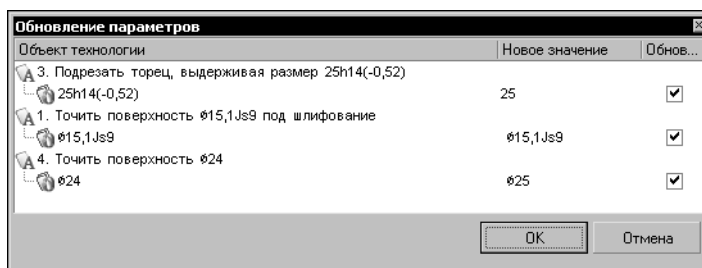

Рис. 9.22. Обновление параметров
2. В открывшемся окне (рис. 9.22) в поле **Обновить** снимите маркеры напротив тех параметров, значения которых не надо обновлять.